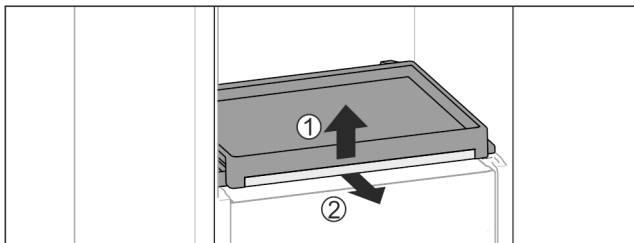

Fig. 132
- ▶ Scoateți raftul extractibil cu placa de sticlă: Ridicați ușor placa de sticlă în față Fig. 132 (1) și extrageți-o spre înainte Fig. 132 (2).